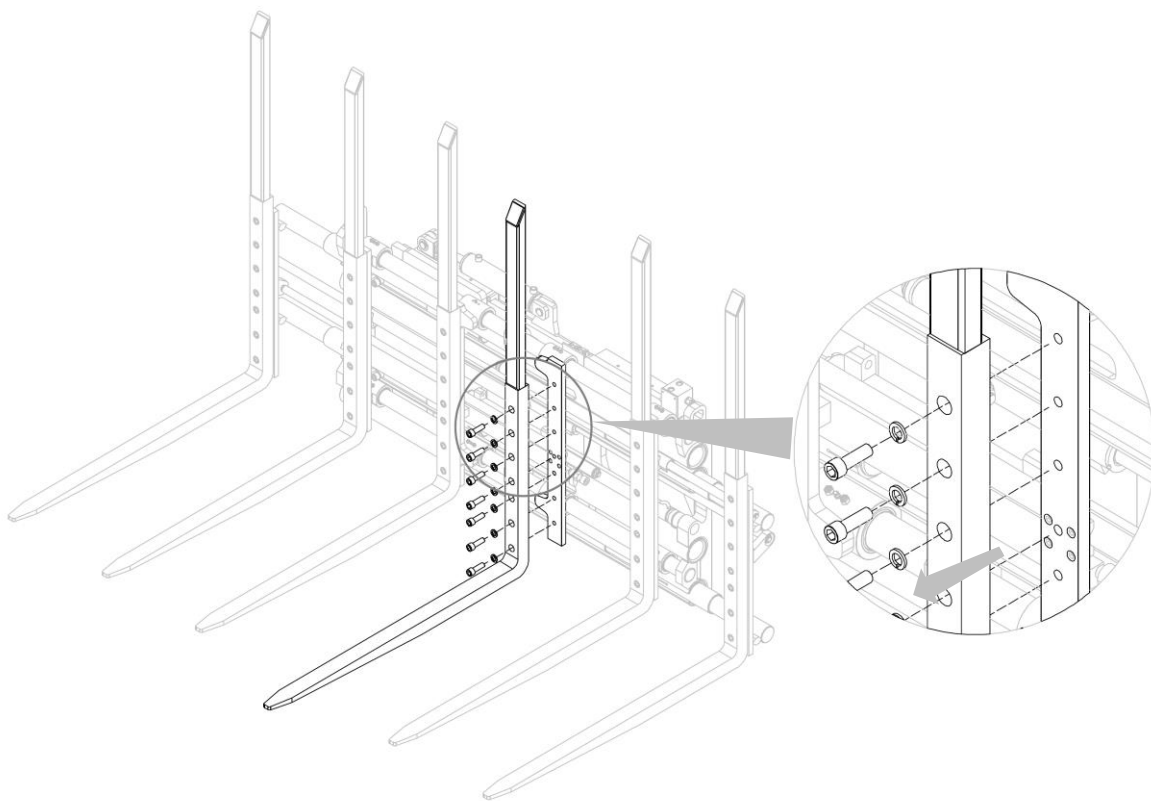

Abbildung 19
3. Schrauben Sie Gabelzinke ab (siehe *Abbildung 19*).